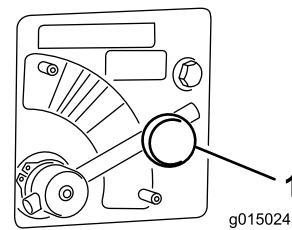

図 6
1. スピナーのバルブレバーを固定しているノブをゆるめる図 6。
2. スピナーバルブのレバーを、希望する色に合わせる図 6
スピナーバルブのレバーを BLUE 青最高速度にセットする図 6。レバーを右に最後まで回すと、レバーは水平になる。